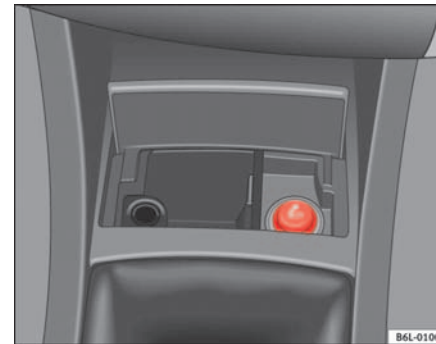

Abb. 82 Zigarettanzünder
- Drücken Sie den Zigarettenanzünder ⇒ Seite 117, Abb. 82 zum Einschalten hinein ⇒ .